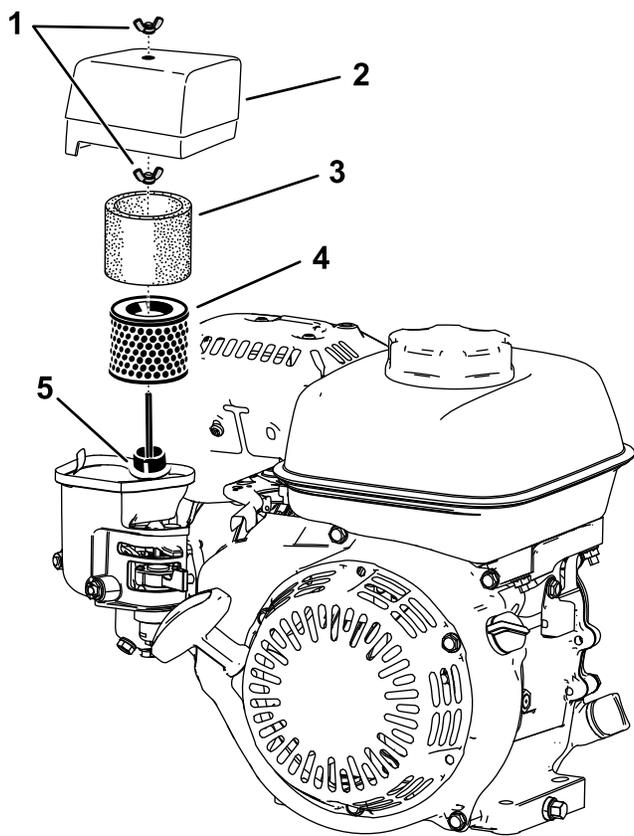

Figure 29
- Retirez l'écrou à oreilles qui fixe le couvercle du filtre à air (Figure 29).